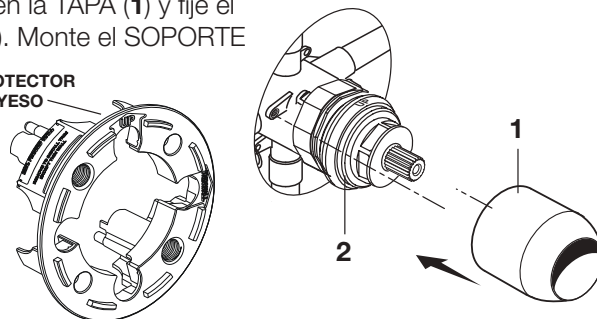

Figura 1.
- **Figura 1.** Empuje la TAPA (1) por encima del CARTUCHO DE LA VÁLVULA (2) hasta que esté apoyada contra el dispositivo de retención.